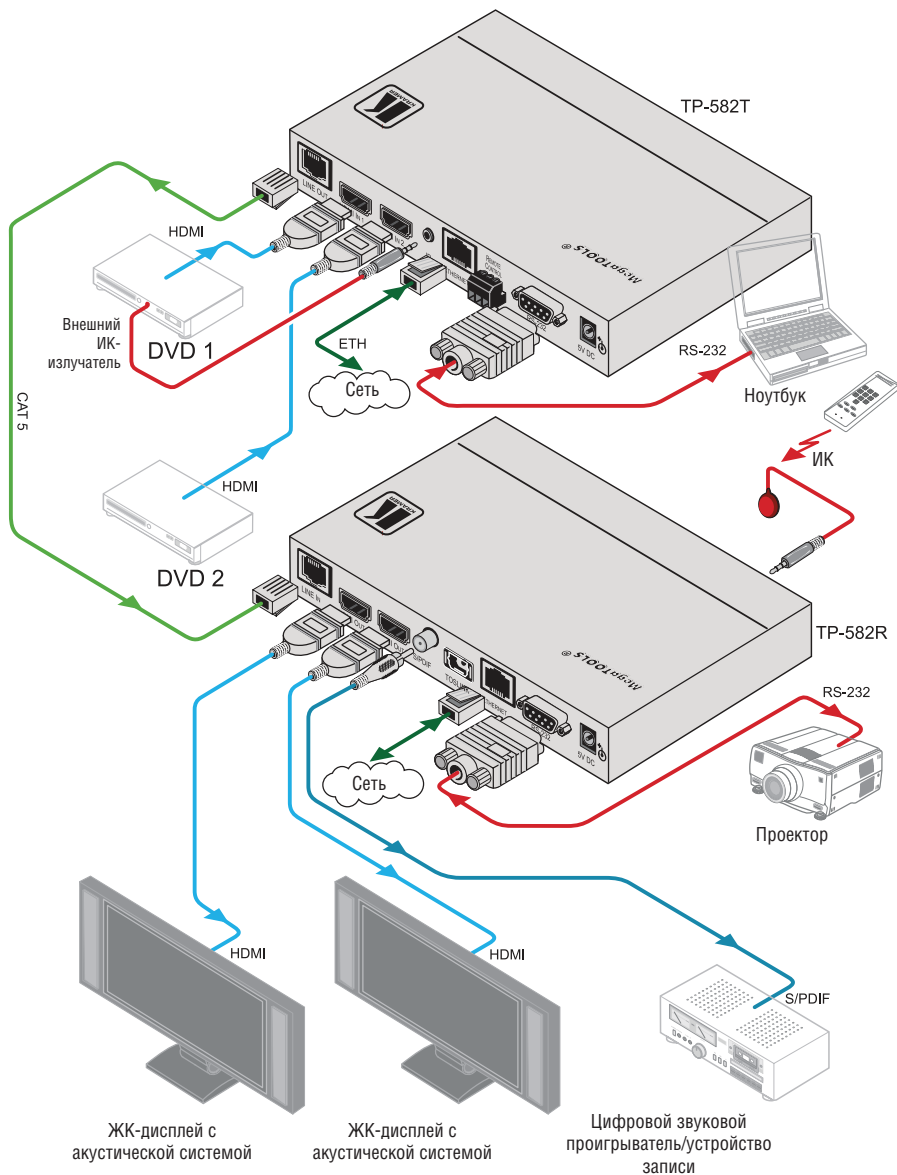

Рис. 4. Подсоединение приемно-передающей системы TP-582T/TP-582R
Чтобы подключить **TP-582T** или **TP-581T** в соответствии с примером, показанным на рис. 4, действуйте в следующем порядке:
6. Подсоедините блок съемных клемм REMOTE CONTROL к внешнему набору переключателей (на рис. 4 не показан).
8. Подсоедините сетевой адаптер 5 В постоянного тока к разъему электропитания, а адаптер — к электросети (на рис. 4 не показан).
Чтобы подключить **TP-582R** в соответствии с примером, показанным на рис. 4, действуйте в следующем порядке:
7. Подсоедините разъем TOSLINK® к приемнику оптического звукового сигнала (например, к цифровому звукозаписывающему устройству — на рис. 4 не показано).
9. Подсоедините сетевой адаптер 5 В постоянного тока к разъему электропитания, а адаптер — к электросети (на рис. 4 не показан).